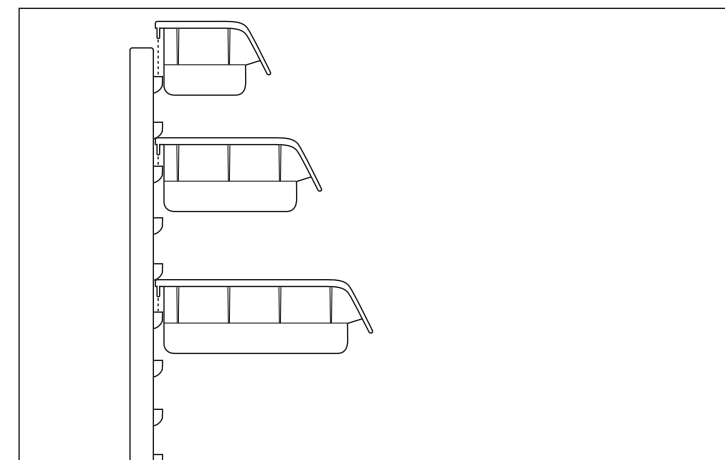

Fig. 3
- Inserire (dall'alto) il contenitore nello slot disponibile: i due ganci devono far presa nel pannello (vedi fig. 3).